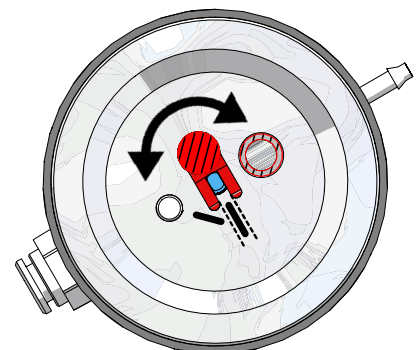

Abb. 12
- ⇒ Bei Strahl tanks 25 - 70 µm muss die Dosierdüse ausgerichtet werden (Abb. 12)!